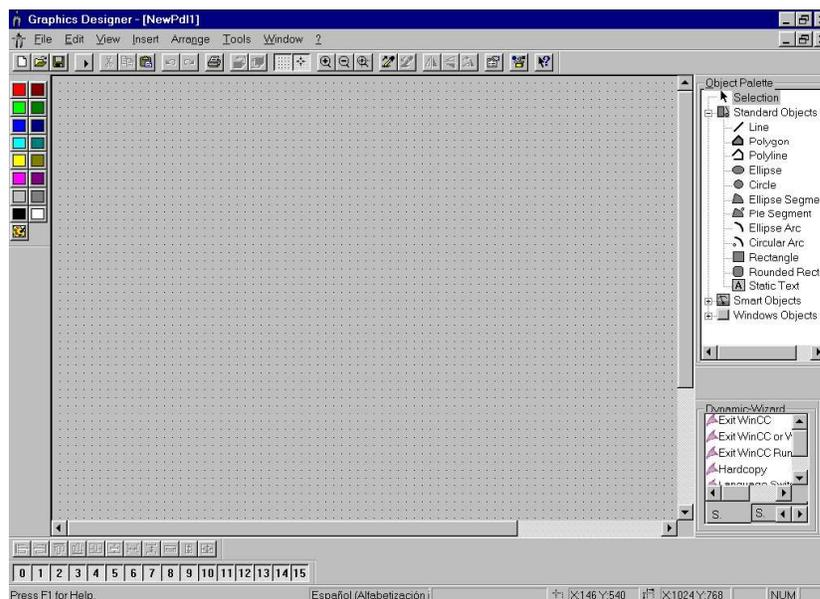

Imagen 4.12.
- Para abrir la imagen dar doble clic sobre ella apareciendo lo siguiente: (Ver imagen 4.12)